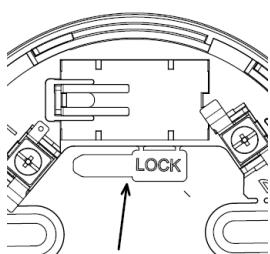

Fig.2
- Pré-retirez la clé de la base (**Figure 2**).